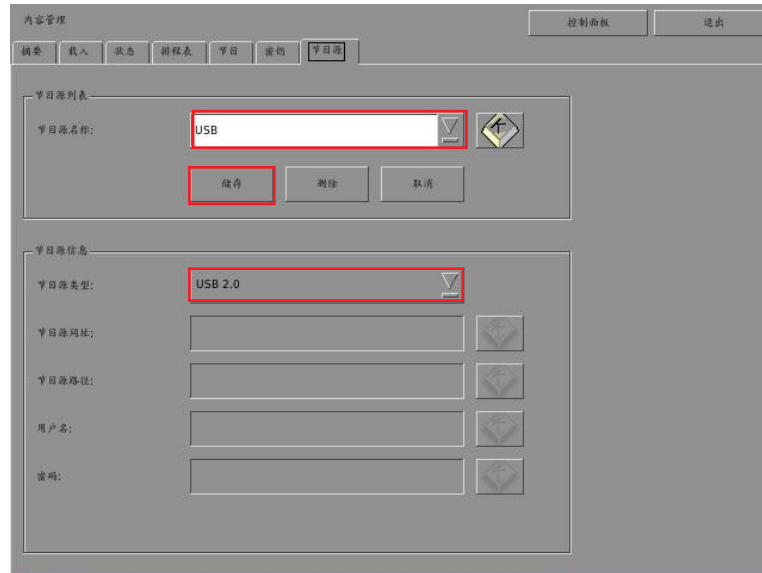

图 51 USB 载入源设置.
3. 点击 [节目源] 选项卡，随后点击 [添加] 按钮，将打开一个源设置页面，（请参考图 51）